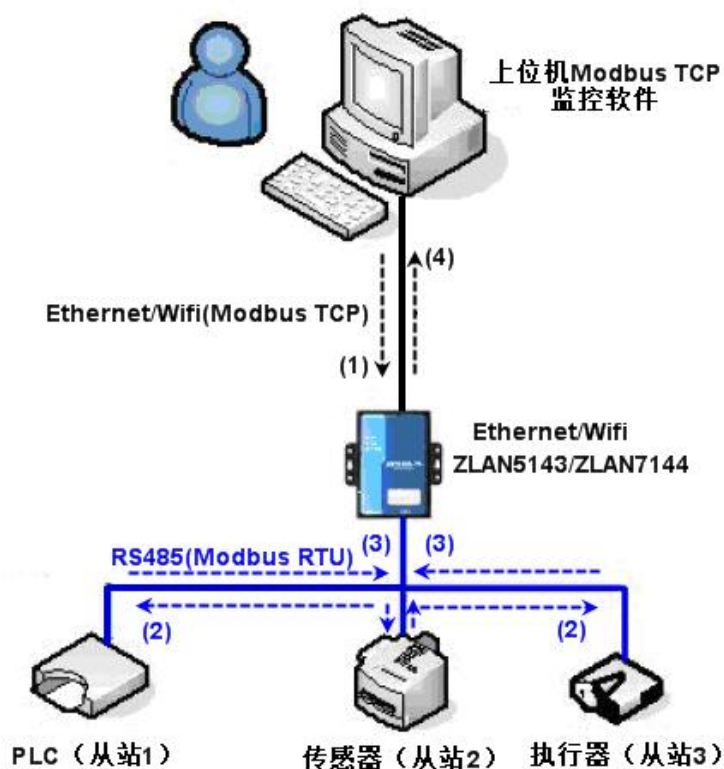

图 36 存储型 Modbus 网关工作方式
如图 36 所示：普通的 Modbus TCP 数据流方向为 (1) → (2) → (3) → (4)。即先将 Modbus TCP 指令转化为 Modbus RTU 的对应指令，然后设备应答 Modbus RTU 指令给 Modbus 网关，然后 Modbus 网关再次转化为 Modbus TCP 发送给监控上位机。